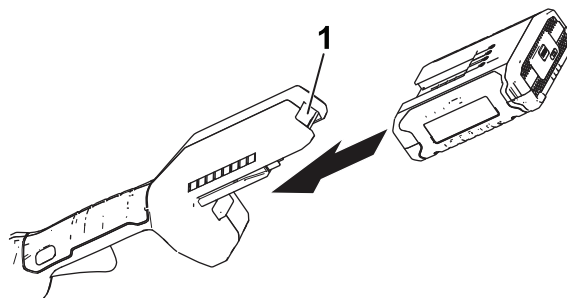

Figura 6
2. Allineate la cavità nel pacco batteria con la linguetta sull'alloggiamento dell'impugnatura (Figura 6).
3. Spingete il pacco batteria nell'impugnatura fino a quando il pacco batteria non si blocca nel fermo (Figura 6).